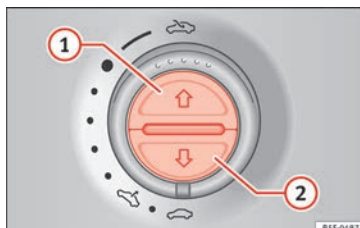

Fig. 137 No revestimento interior do teto: botões da cortina para o sol.
Abrir completamente (função automática)	Pressione o botão » Fig. 137 ① brevemente.
- *Cortina para o sol:* Durante os 5 segundos seguintes após o disparo da função antientalamento, pressione o botão » **Fig. 137** **2** até que a cortina para o sol fique completamente fechada.